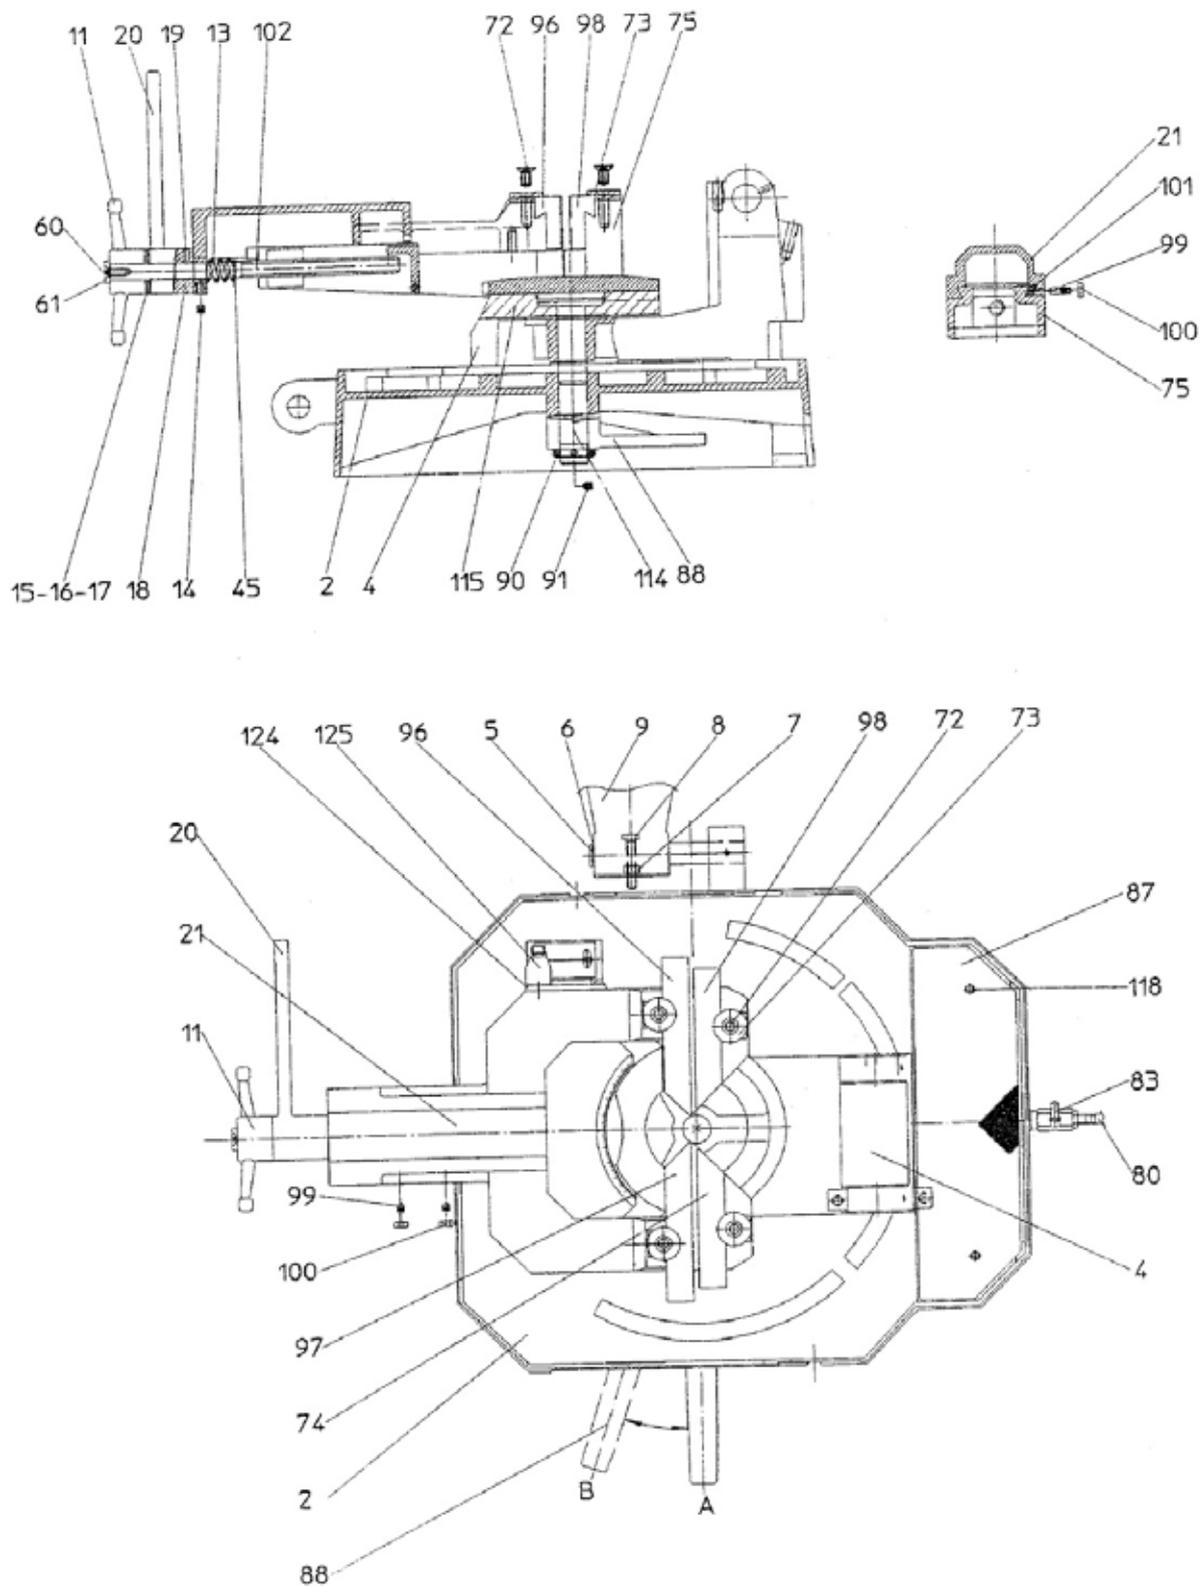

Fig. 15 Dessin des pièces détachées 4 - MKS 315 R / MKS 316 R
1. Démontez le mors de serrage (Fig. 15, 21), enlevez complètement l'étau (Fig. 15, 75) en tournant le volant (Fig. 15, 11).
2. Graissez les glissières (Fig. 15, 75, 21 et 101) et versez une goutte d'huile au point de lubrification derrière le volant (Fig. 15, 19).
3. Si nécessaire, le jeu de la mâchoire sur les glissière peut être réglé avec la goupille (Fig. 15, 99). Pour ce faire, desserrez l'écrou de blocage (Fig. 15, 100) et resserrez-le ensuite.
1. Videz le réservoir en ouvrant le robinet (Fig. 15, 83) et faites couler le liquide dans un récipient adapté.
2. Dévissez les vis (Fig. 15, 118) et enlevez le couvercle (Fig. 15, 87).
1. Desserrez le levier (Fig. 15, 88) et vérifiez si le plateau tourne facilement. Si nécessaire, le jeu peut être réglé en desserrant la vis de blocage (Fig. 15, 91) et en ajustant l'écrou de réglage (Fig. 15, 90).
2. Resserrez la vis de blocage (Fig. 15, 91) et bloquez le plateau tournant avec le levier.